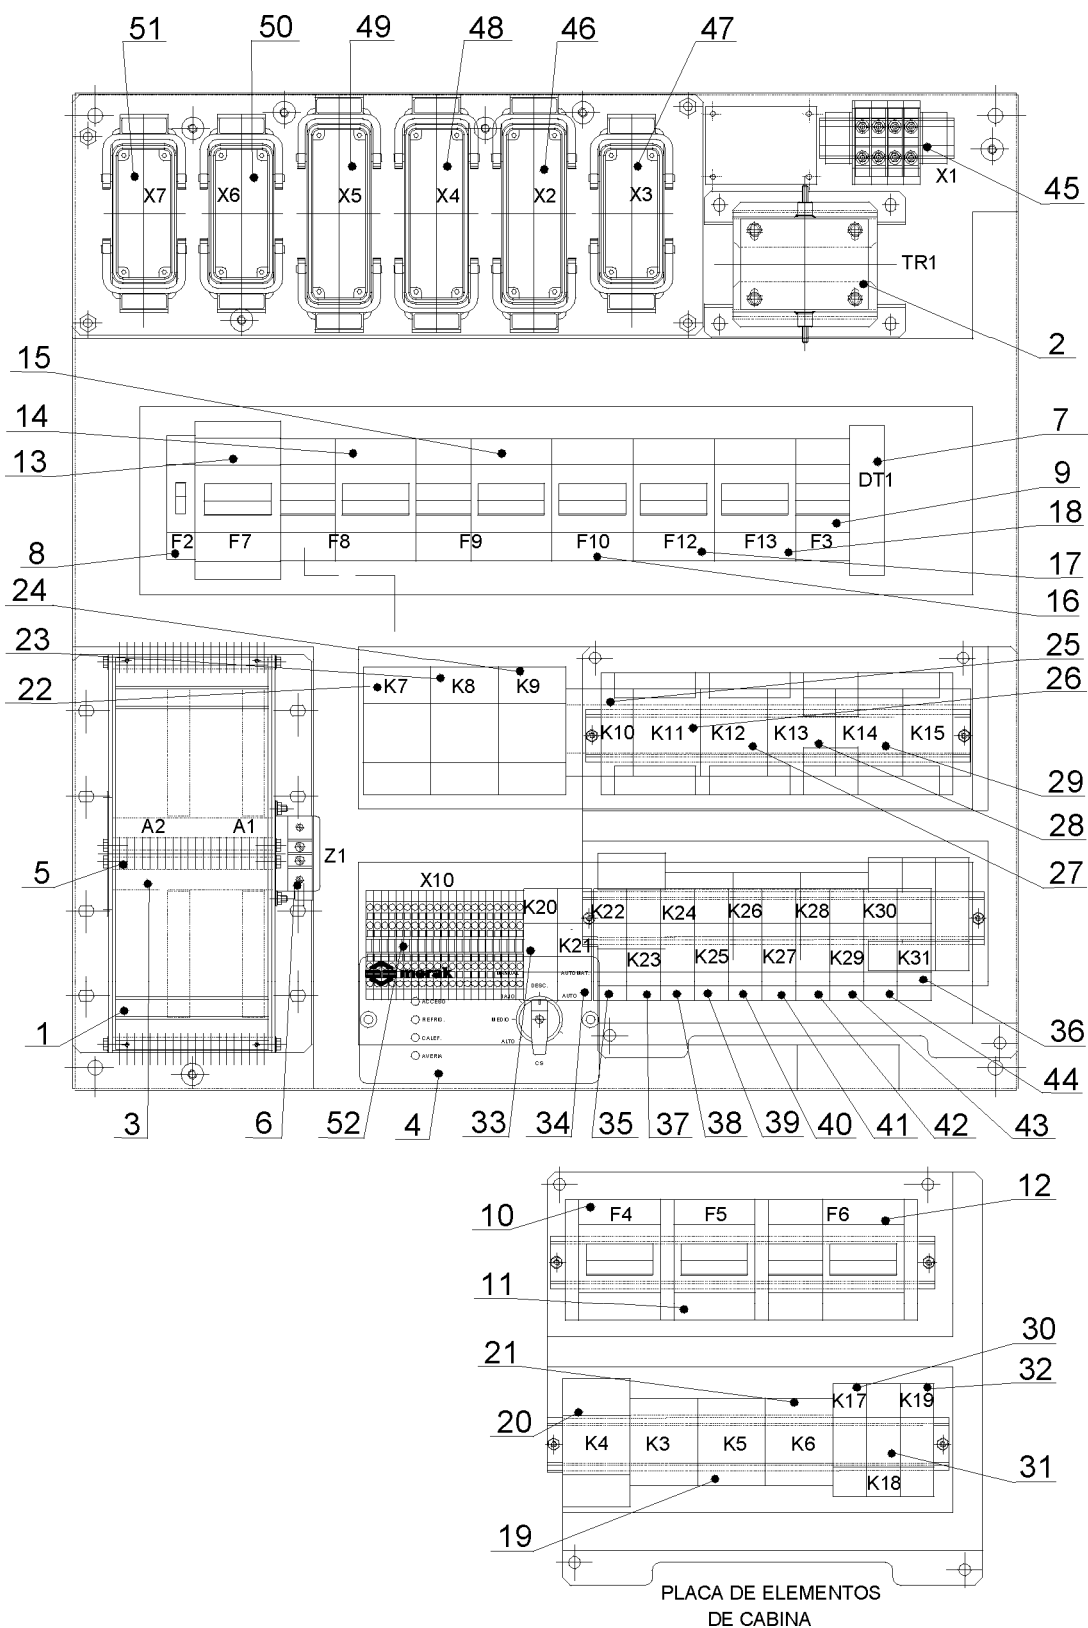

Figura A-18. Distribución de automatismos en panel de control de coche motor
A.3.3 Panel de Control (Figura A-18 y Figura A-19)
Para gobernar el funcionamiento del equipo disperso y poder realizar la regulación de temperatura en cada momento, el sistema dispone de un panel de control que incluye el control de temperatura con microprocesador, que actúa en cada momento dando las ordenes oportunas para conseguir la temperatura necesaria dentro del vehículo y los automatismos de mando y protecciones de todos los elementos que forman parte del sistema, los cuales se listan a continuación, en la Tabla A-2, y están representados en la Figura A-18 para el panel de control de los coches motor y en la Figura A-19 para el panel de control de los coches remolque.